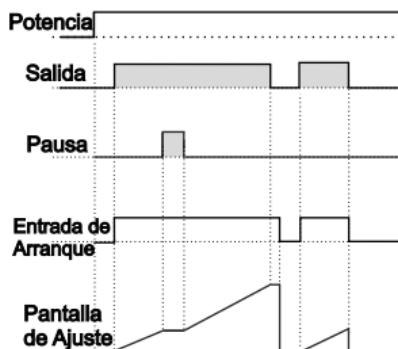

Figura 3.3
3.2.1 Si Conteo Ascendente **dEct**=0 y **butF** es **b-n**, el diagrama de control se muestra la figura 3.3.